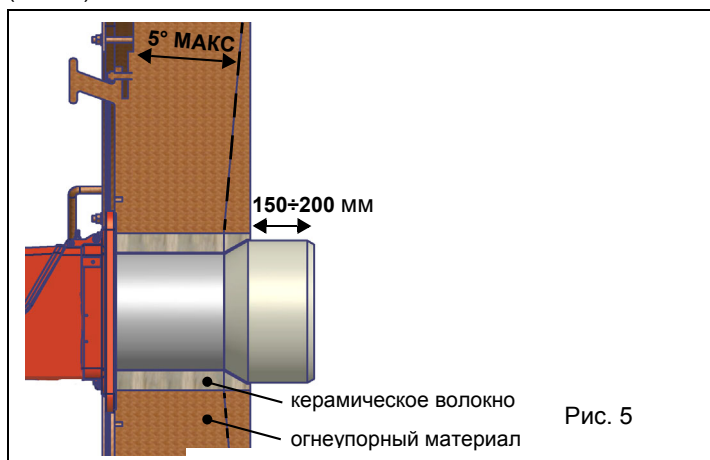
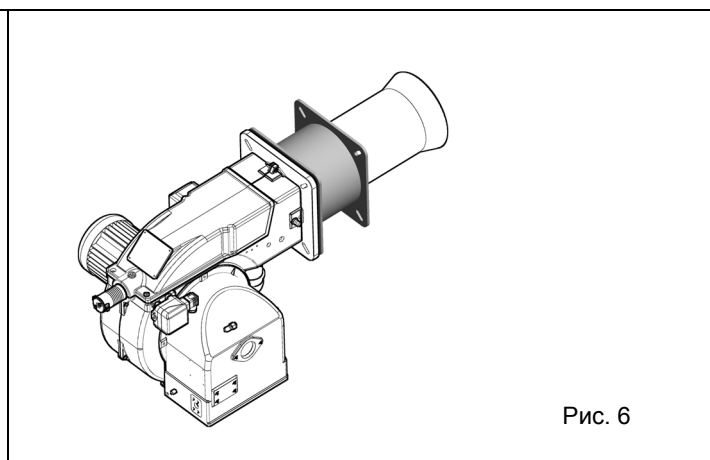
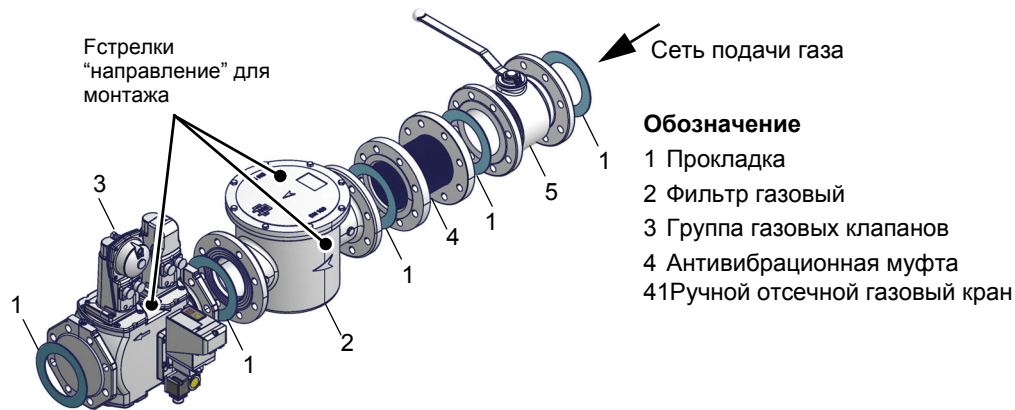

Рис. 5
Рис. 6
Рис. 7 - Пример газовой рамп
Горелки, описанные в данной инструкции, испытывались на камерах сгорания, соответствующих норме EN676, размеры которых указаны на диаграммах. В случае, если горелка должна быть установлена на котел с камерой сгорания меньшего диаметра или меньшей длины, указанных на диаграмме, свяжитесь с заводом-изготовителем, чтобы установить возможность монтажа горелки на таком котле. Чтобы правильно установить горелку на котел, необходимо проверить тип сопла. Кроме того, проверить, что требуемая мощность и давление в камере сгорания попадают в рабочий диапазон. В противном случае необходимо проконсультироваться на Заводе-изготовителе для пересмотра выбора горелки. Для подбора длины сопла, необходимо воспользоваться следующим правилом, даже если оно расходится с рекомендациями производителя котельного оборудования. Трёхходовые котлы (с первым поворотом газов в задней части): сопло должно входить в камеру сгорания примерно на 150÷200 мм (Рис. 5). Длина сопел не всегда соответствует этому требованию, поэтому, возможно, потребуется применить распорную деталь подходящего размера, которая потребуется для того, чтобы отодвинуть горелку назад с тем, чтобы получить требуемый размер сопла (Рис. 6).
3. Затянуть винты А, В, С и D (Рис. 5 - Рис. 6), соблюдая дистанции монтажа (Рис. 7);